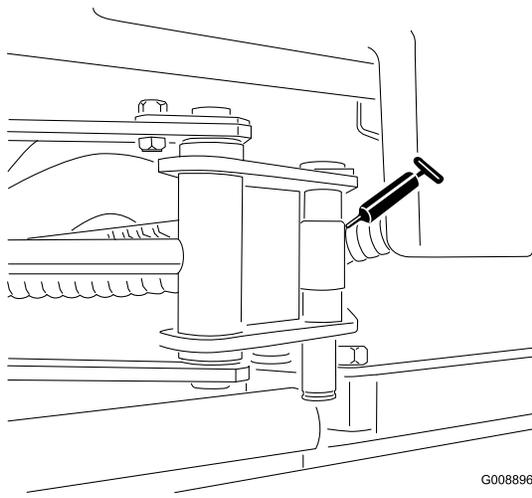

Figure 30
- Extrémités du vérin de SideWinder (2) (Figure 30)